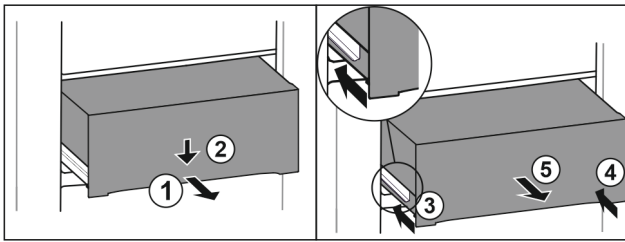

Fig. 212
- ▶ Витягніть ящик на половину. Fig. 212 (1)
- ▶ Спрямуйте висувний ящик вниз спереду. Fig. 212 (2)
- ▶ Вставте ліву рейку приблизно на 2 см. Fig. 212 (3)
- ▶ Вставте праву рейку приблизно на 2 см. Fig. 212 (4)
- ▶ Вийняти висувний ящик рухом вперед. Fig. 212 (5)